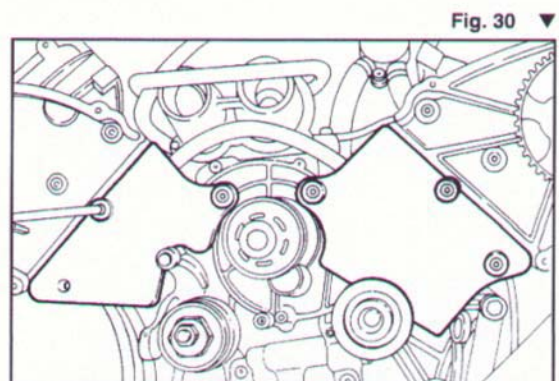

Fig. 30 ▼
- svitare le sei viti e rimuovere i lamierini riparo cavi e tubazioni (**Fig. 30**);
- unscrew the six screws and remove the cable and tubing guard plates (**Fig. 30**);